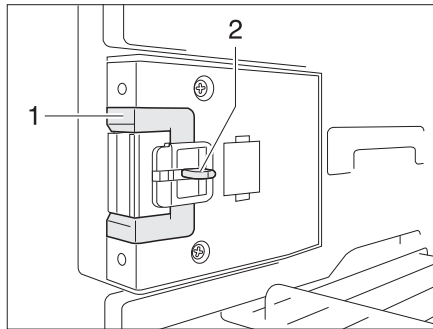
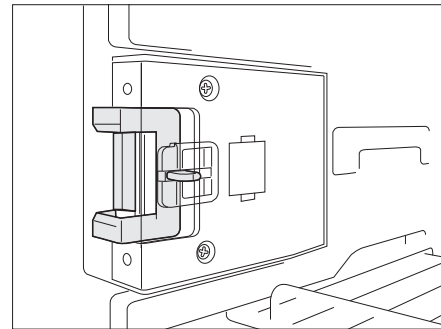

Fig. 359 Dispositif de fermeture en position normale
Fig. 360 Dispositif de fermeture en position de ventilation
- Presser le bouton de déverrouillage (Fig. 359,2).
- Pousser le dispositif de fermeture (Fig. 359,1) vers l'avant (Fig. 360).